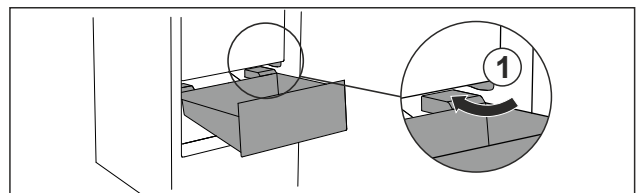

Fig. 31
- Schubfach schräg um die Stopper Fig. 31 (1) herumführen.